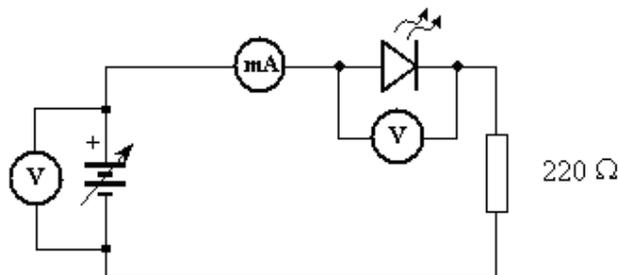

FIGURA 5 - Circuito para obtenção da curva característica do diodo
- Monte o circuito da Figura 5 com o voltímetro, inicialmente, sobre a fonte de alimentação. Chame o professor para conferir. Ajuste a tensão da fonte (não a do diodo!) para 5 V. Observe a leitura do amperímetro e a luminosidade do LED. Inverta o LED no circuito e identifique quais são as posições para polarização direta e reversa.
- A corrente no circuito da Figura 5 pode ser calculada por $I = (V - V_F) / R$. Calcule esta corrente